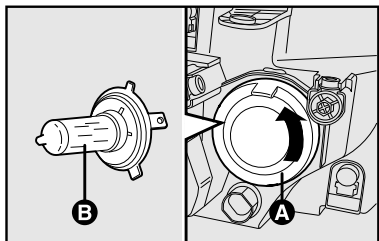

fig. 17
## FARÓIS BAIXOS E ALTOS fig. 17
- extrair a lâmpada **B-fig. 17** e substituí-la;